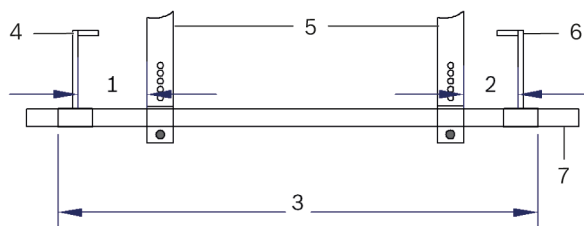

Bild 2: Abstände Halterungen
- ▶ Die maximale Tragfähigkeit gemäß Tabelle "Tragfähigkeit der Werkzeuge" keinesfalls überschreiten und die Abstandsmaße in Bild 2 beachten.
- ▶ Die Querstrebe T40092/1 nur in Verbindung mit den beiden Gegenlagern T40092/2 und T40092/3 benutzen. Auf der Querstrebe stützen sich die Stützen T40091/2 ab (Bild 2).